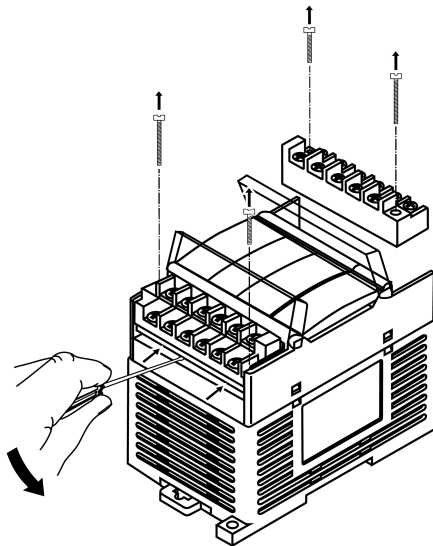

Рисунок 5.5 – Демонтаж съёмной части клеммников
3. Отделить съемную часть колодки от прибора вместе с подключенными внешними линиями связи с помощью отвертки или другого подходящего инструмента (см. *рисунок 5.5*).